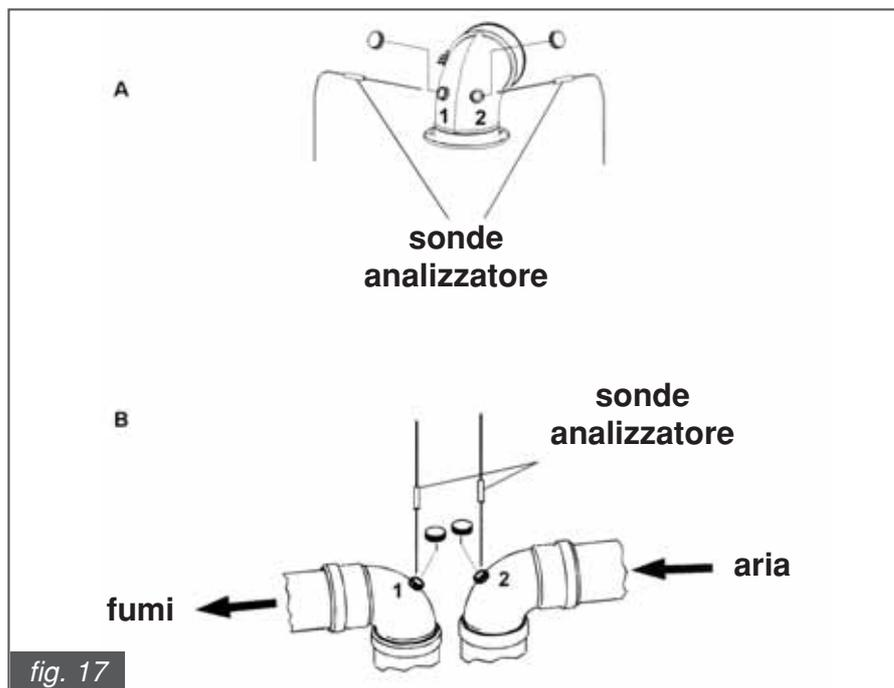

fig. 17
- misura dell'aria comburente prelevata nell'apposito foro 1 (vedi fig. 17).
- misura della temperatura fumi e della  $CO_2$  prelevata nell' apposito foro 2 (vedi fig. 17).
- misura dell'aria comburente prelevata nell'apposito foro 2 (vedi fig. 17);
- misura della temperatura fumi e della  $CO_2$  prelevata nell' apposito foro 1 (vedi fig. 17).